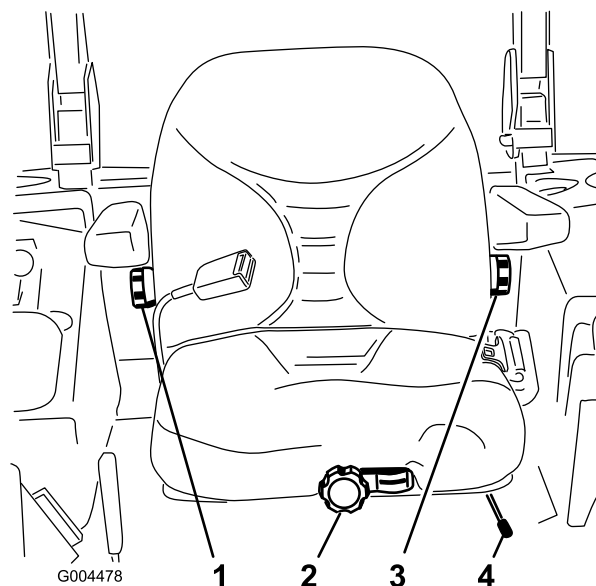

Figura 32
1. Per regolare, spostate lateralmente la leva e sbloccate il sedile (Figura 32).
A sedile vuoto, girate la manopola anteriore nella direzione opportuna, fino ad ottenere il migliore comfort (Figura 32).
Per spostarlo, girate nella direzione opportuna la manopola situata sotto il bracciolo destro, fino ad ottenere il migliore comfort (Figura 32).
Per spostarlo, girate nella direzione opportuna la manopola situata sotto il bracciolo sinistro, fino ad ottenere il migliore comfort (Figura 32).